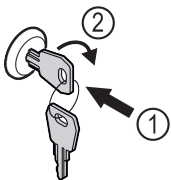

Fig. 151
- ▶ Sæt nøglen i Fig. 151 (1).
- ▶ Drej nøglen 90° med uret Fig. 151 (2).